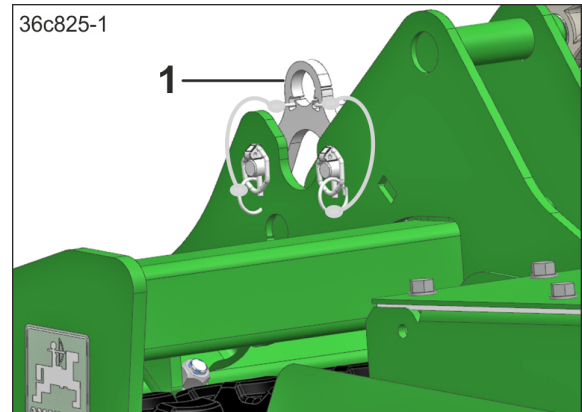

Рис. 126
1. Снимите соединительные элементы (Рис. 126/1).